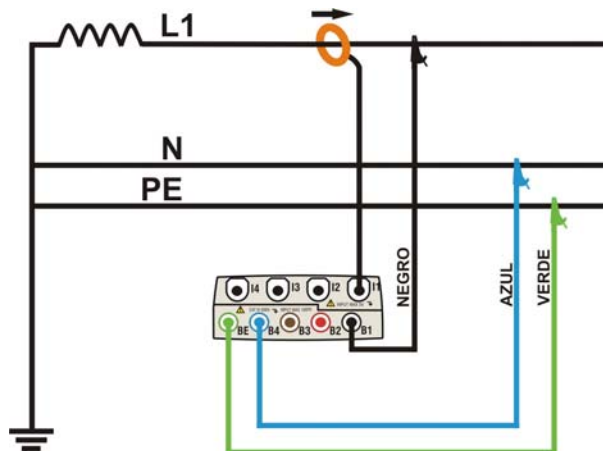

Fig. 192: Conexión del instrumento en un sistema Monofásico
2. Conecte los cables de medida de la tensión sobre los conductores de Fase, Neutro y Tierra respetando los colores como muestra la Fig. 192.
3. Conecte la pinza de corriente sobre el conductor de Fase L1 como muestra la Fig. 192 **respetando el sentido de la flecha** presente sobre la misma pinza, indicando la dirección convencional de la corriente generada por la carga. **Verifique siempre, en la pantalla de la sección Visualización Medida, que la Potencia Activa P sea siempre positiva y que el factor de potencia Pf correspondiente a la carga, normalmente inductiva, antes de activar un registro.** En caso de valores negativos de la potencia activa gire la pinza 180° sobre el conductor.